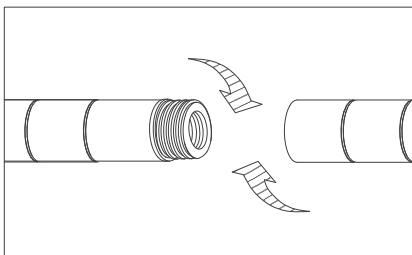

Figure 1
- i. La partie supérieure du montant comprend un capuchon de plastique à l'unc de ses extrémités tandis que la partie inférieure comporte une patte réglable. Les raccords de montants jointés ont été pré-installés pour faciliter l'assemblage. Vissez fermement les montants (un long et un court) ensemble. (Voir la Figure 1)